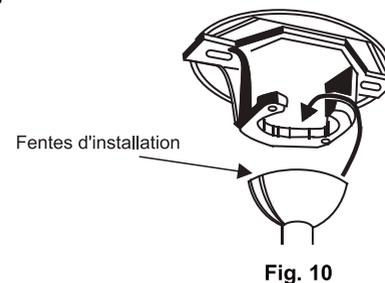

Fig. 10
**Étape 9.** Soulevez le moteur en position et placez la boule de suspension dans le support de montage au plafond. Tournez l'ensemble jusqu'à ce que Check Tab (languette de contrôle) se trouve dans Registration Slot (Fente d'installation) et qu'il soit fermement logé (Fig. 10). Le moteur entier ne doit pas tourner (à gauche ou à droite) lorsque l'installation est bien logée.